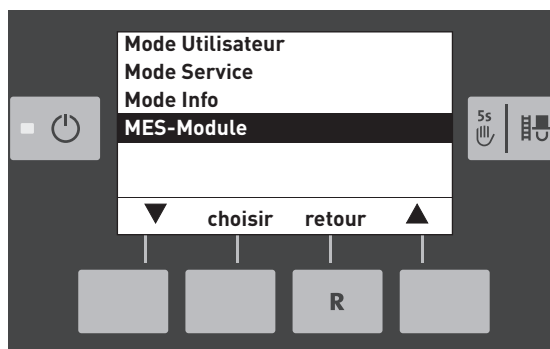

Fig. 19
- ▶ Sélectionner « MES Module » – Fig. 19.